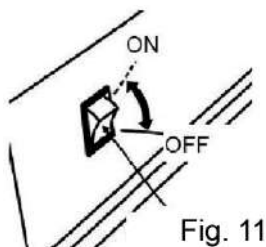
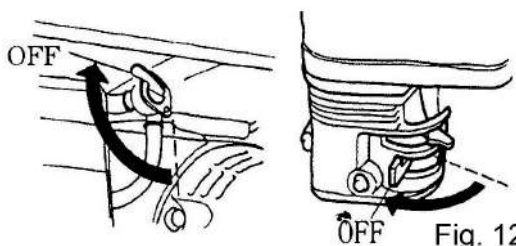

Fig. 11
Fig. 12
**Dans des conditions normales** Éteignez le disjoncteur CA et débranchez toutes les prises. Faites fonctionner l'appareil à vide pendant quelques minutes pour permettre à la génératrice de refroidir. Placez le contacteur d'allumage en position OFF. (Fig. 11). Fermez la vanne d'arrêt du carburant, position OFF (Fig.12).